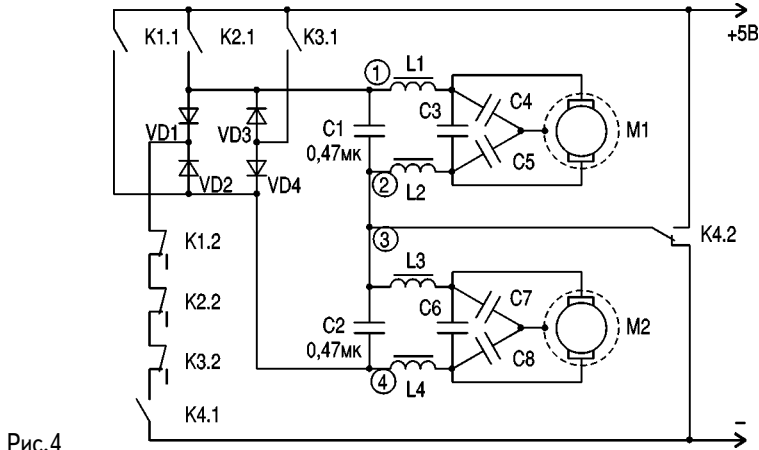

Рис.4
**Исполнительный механизм (рис.4)**